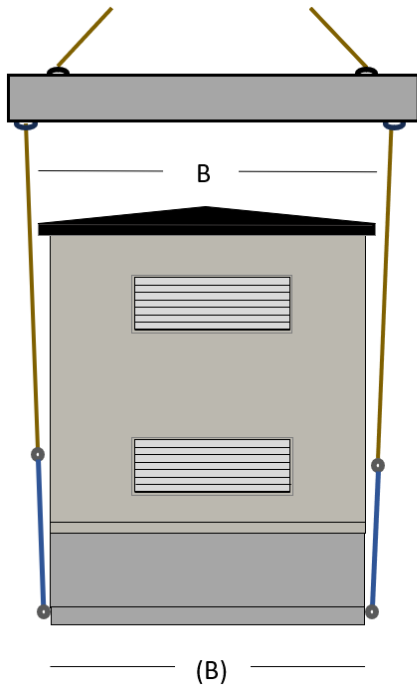
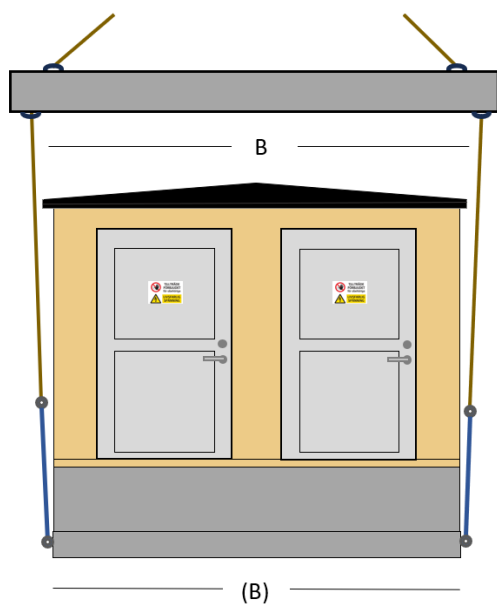

Bild 3
Bild 5
För att lyfta stationen rekommenderas **två (2) lyftok** för Elton 1 (Bild 3 och 4) och Elton 2 (Bild 5 och 6) som är så pass långa så att stropparna inte slår i eller skadar stationen under lyft. Stationens breddmått finns i Tabell 1.